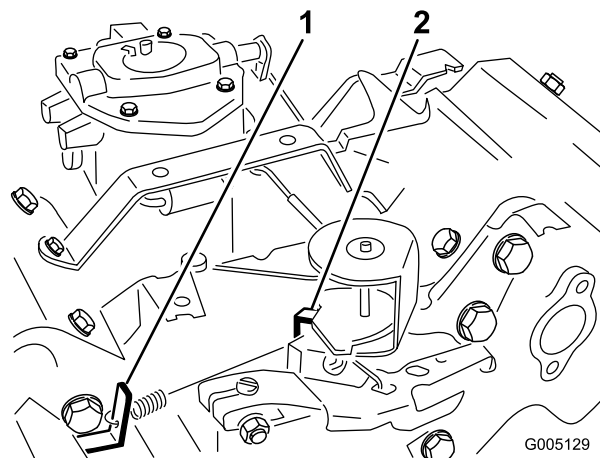

図 36
3. 長足アイドル・スプリング・アンカーの耳(図 36)を曲げて、エンジン速度を 1625 ± 100 RPM に調整する。タコメータで速度を確認のこと。
グ（図 36）を曲げて調整する。